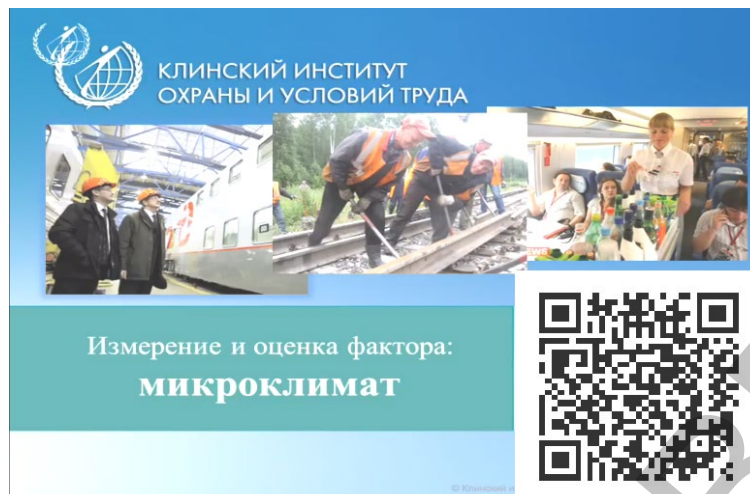

Рис.10. Микроклимат (видео 2 мин. 35 с.)
1. Уровень содержания вредных веществ в воздухе производственных помещений не должен превышать предельно допустимых концентраций (ПДК), используемых при проектировании зданий, оборудования, вентиляции (рис. 10).